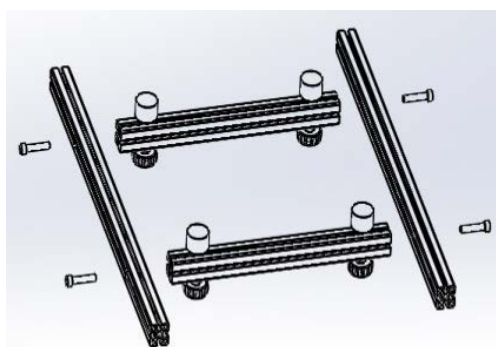

Fig. 2
3. Utilizando uma chave sextavada incluída na bolsa para acessórios e 4 parafusos M8 x 40, aparafuse estes elementos de modo a formar uma armação plana e igual (veja fig. 2).